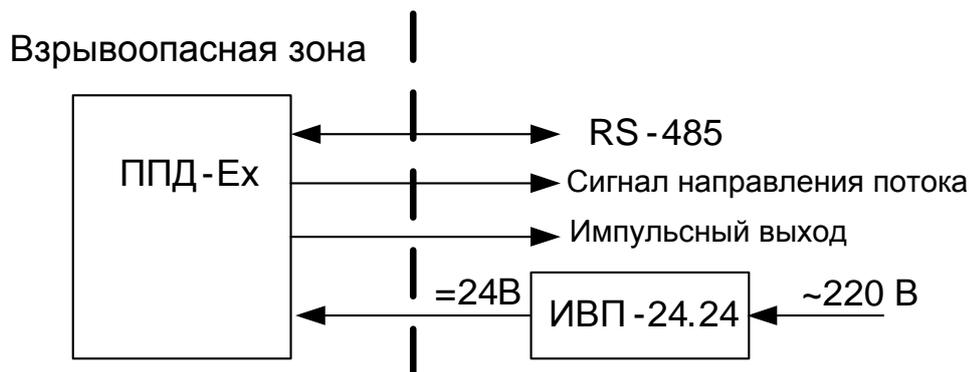

Рисунок 2 - Вариант поставки – один расходомер
- 2 В случае 1-го базового варианта комплектации расходомера (см. рис.2) в комплект поставки включается источник питания ИВП-24.24.